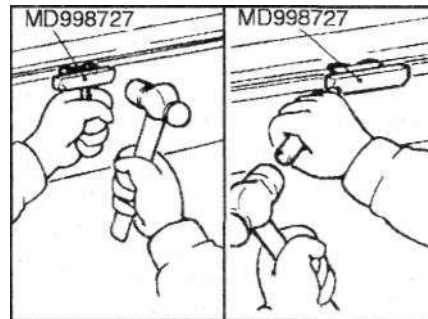

Рис. 3.23. Использование специального инструмента MD998727 для отделения масляного поддона от блока цилиндров
- Выверните болты крепления масляного поддона. Ударами молотка через латунный стержень по специальному инструменту MD998727 отделите масляный поддон от блока цилиндров, при этом постепенно передвигайте специальный инструмент по периметру фланца масляного поддона (рис. 3.23).